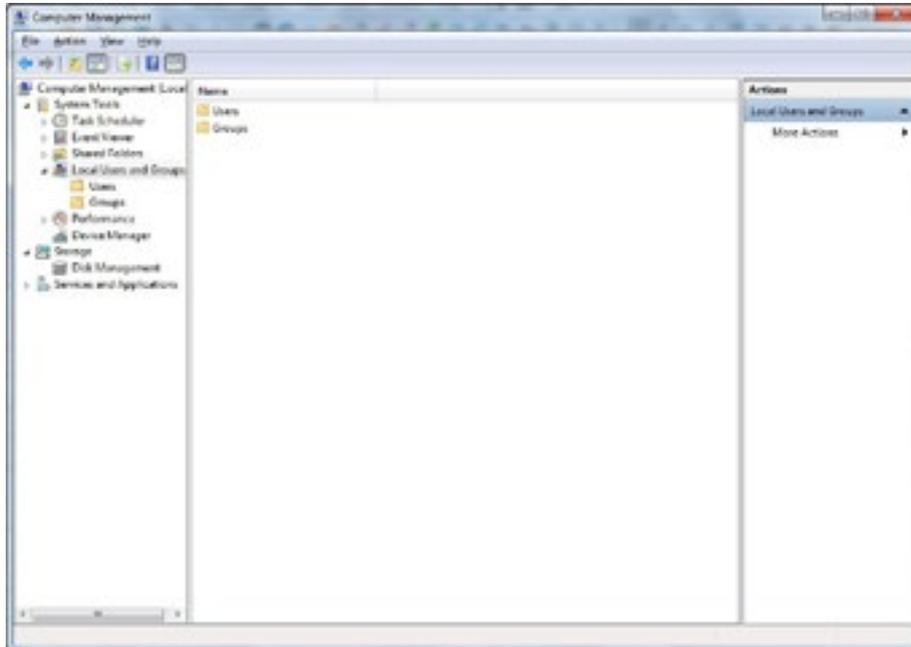

Figure 163 - Menu Local Users and Groups (Utilisateurs et groupes locaux)
1. Sélectionnez **Control Panel > Administrative Tools > Computer Management > Local Users and Groups (Panneau de configuration > Outils d'administration > Gestion de l'ordinateur > Utilisateurs et groupes locaux)**. La Figure 163 s'affiche.